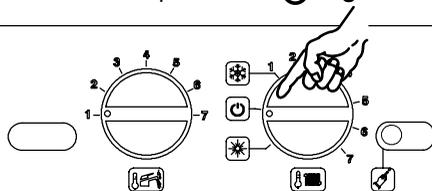

Figura 7.6 Pannello comandi.
- 20 Spegner la caldaia portando il selettore **b** sulla posizione "⏻" **Figura 7.6**